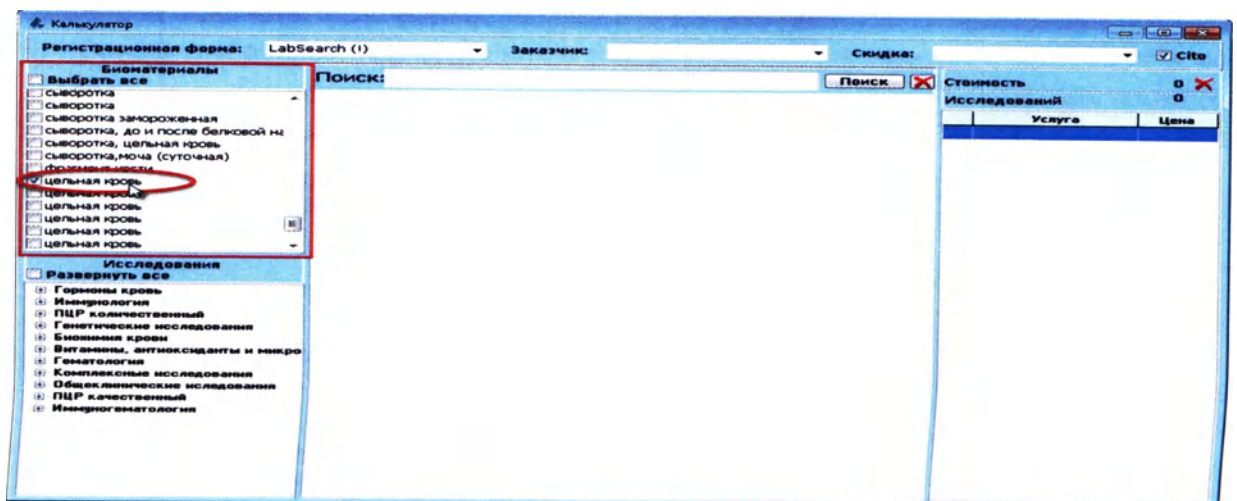

Рисунок 2.9
- б. Выберите необходимые биоматериалы, щелкнув по ним левой кнопкой мыши (Рисунок 2.9):